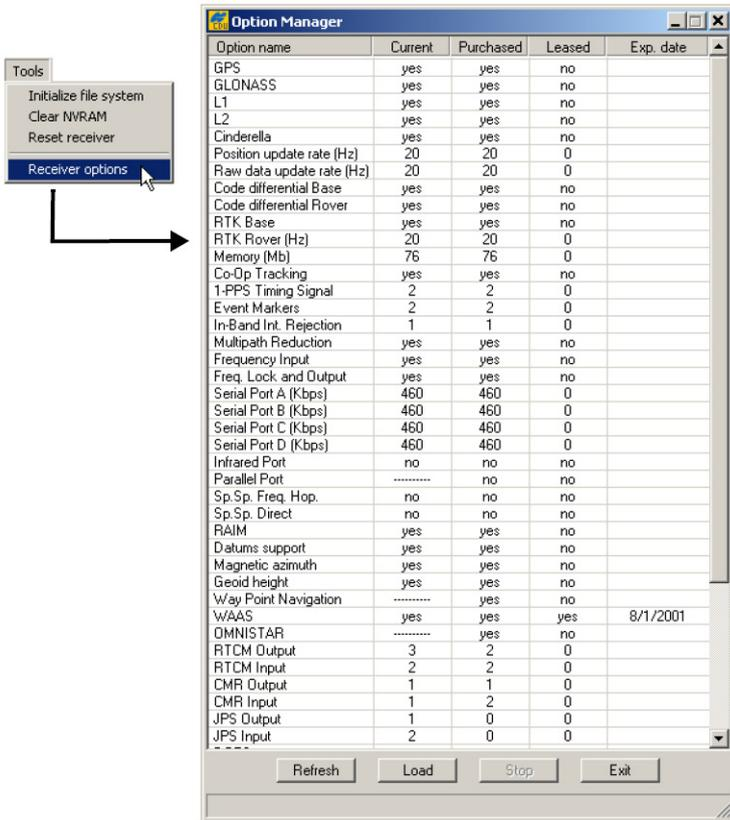

Figura 5-15. Visualizzazione di Option Manager
2. Fare clic su **Tools ► Receiver Options**. La finestra di dialogo **“Options Manager”** (Figura 5-15 a pag. 5-12) contiene le seguenti informazioni:
2. Fare clic su **Load** in basso nella finestra di dialogo *Option Manager* (vedere Figura 5-15).